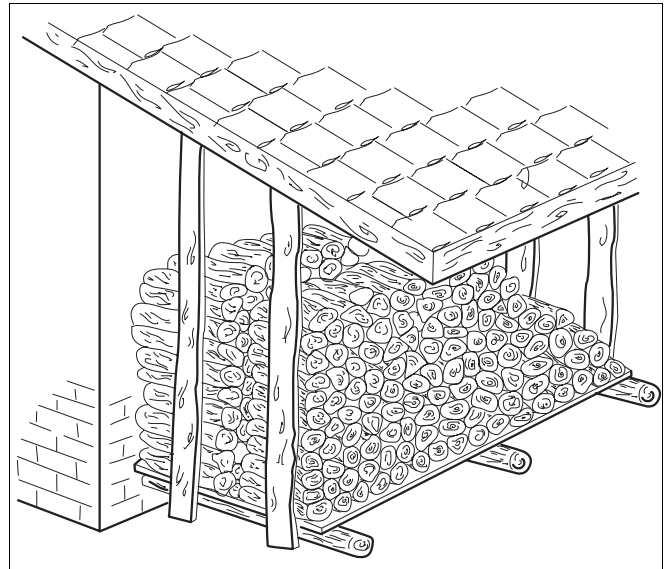

Abb. 26 Brennstofflagerung außerhalb von Gebäuden
- Stapeln Sie das Holz locker an einer Wand auf und stützen Sie es auf wenigstens einer Seite ab (Abb. 26).